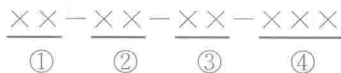

图 1-2 施工资料分类(按类别分)
- (1)施工资料编号可由分部、子分部、分类、顺序号 4 组代号组成，组与组之间应用横线隔开（图 1-2）：